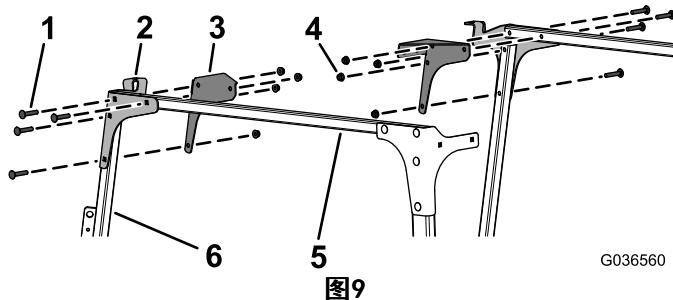

图9
8. 如图9 所示, 用 8 个托架螺栓 (5/16 x 1-3/4 英寸) 和 8 个凸缘螺母 (5/16 英寸) 将左、右前安装板和角撑板松松地安装到交联管和左、右风挡支撑上。